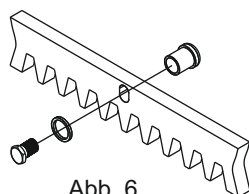

Abb. 6
5.2. An jedes Zahnstangenteil die Befestigungsklinken mit den entsprechenden Befestigungsschrauben im oberen Bereich der Öse befestigen (Abb. 6);